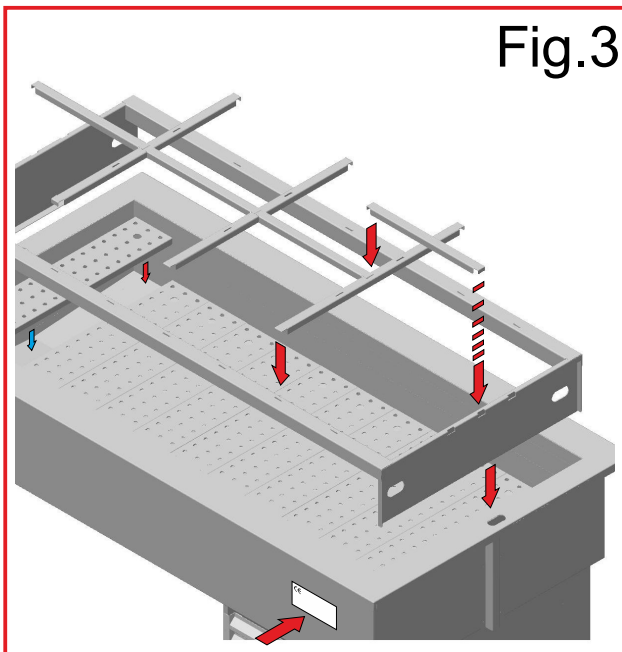

Fig.3
1. Togliere la pellicola di protezione dai distanziali. 2. Sistemare i distanziali nelle apposite feritoie sui bordi della vasca (Fig.3). 3. Sistemare eventuali distanziali più corti nelle apposite feritoie sui distanziali. **Diverse composizioni sono disponibili in funzione del formato delle vaschette e della posizione.** 4. Montare le vaschette sui distanziali predisposti a V.S. piacere. 5. Per i modelli pasticceria eseguire solo il montaggio dei pianetti inox pasticceria (Fig.3) appoggiandoli ai bordi (le vaschette e i piani inox pasticceria, sono forniti su richiesta).
1. Accertarsi che la tensione e la frequenza della rete corrispondano a quelle indicate sulla targhetta posta sull'apparecchio (Fig.3). 2. Accertarsi che la presa di alimentazione sia: **a) Dotata di un conduttore di messa a terra. b) Idonea alla corrente nominale di targa. c) Sia dotata delle protezioni secondo le norme IEC** : - Interruttore magnetotermico differenziale (più comunemente salva vita) con  $I_n$  = valore nominale riportato in targa.- Differenziale con sensibilità  $I_d = 30 \text{ mA}$ . 3. Verificare che l'ambiente non sia con pericolo di esplosione (AD). 4. Il cavo di alimentazione montato sull'apparecchio è: H05 VVF idoneo per ambienti interni. 5. Inserire la spina (non usare prese triple e riduzioni).